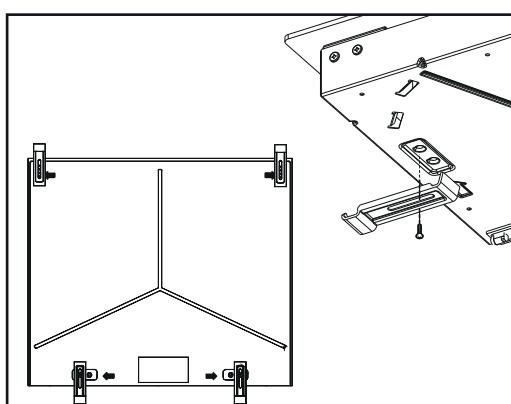

Abbildung 11
- Setzen Sie das Kochfeld in die Arbeitsplattenaussparung ein. Die Größe der Aussparung entnehmen Sie bitte Abbildung 11.
- Setzen Sie den Ofen in die Einbauöffnung. Je nach Größe der Einbauöffnung kann das Gerät wie in Abbildung 11. Details finden Sie unter Ofen fixieren.